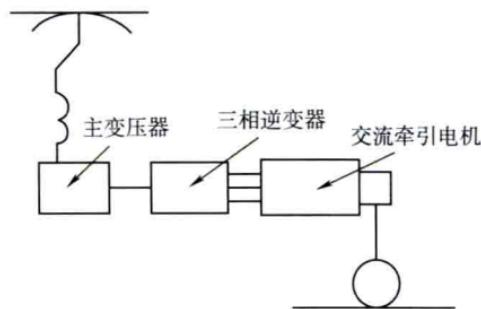

图 1-3 HXD2B 型电力机车基本结构 3
3. 三相逆变器:受电弓引下的电,是单相交流电,而变压器的作用只能降低交流电的电压,变压器把电压降低后,输出的电依然是单相交流电,还不能使三相交流牵引电机正常旋转。因此,在变压器变压后,还要加装三相逆变器,把单相交流电转换成三相交流电。如图 1-3 所示。